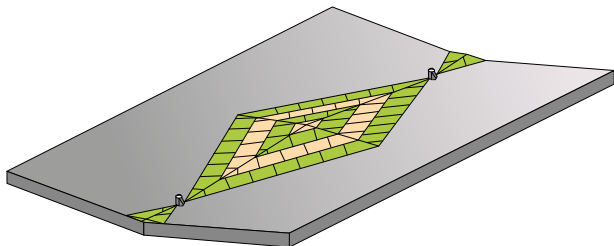

Рисунок 5.9. Пример раскладки клиновидных плит при создании контруклона между воронками
5.4.7. Пример раскладки клиновидных плит LOGICPIR SLOPE 3,4% для формирования контруклонов между воронок показан на рис. 5.9.